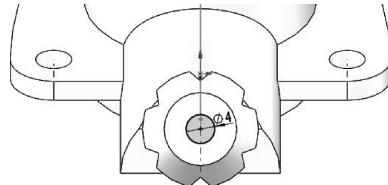

图 3-117 在旋转特征端面绘制圆
- 同理，在旋转特征端面绘制如图 3-117 所示的草图曲线。